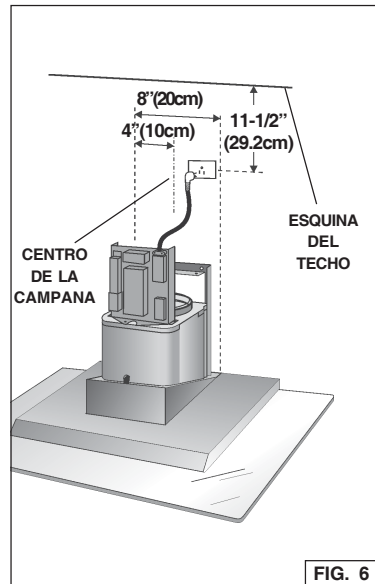

FIG. 6
1. Decida donde colocará la campana sobre la encimera. En la sección "INSTALACIÓN SOPORTE DE MONTAJE" se explican las opciones de altura para el montaje de la campana. Fig. 6.